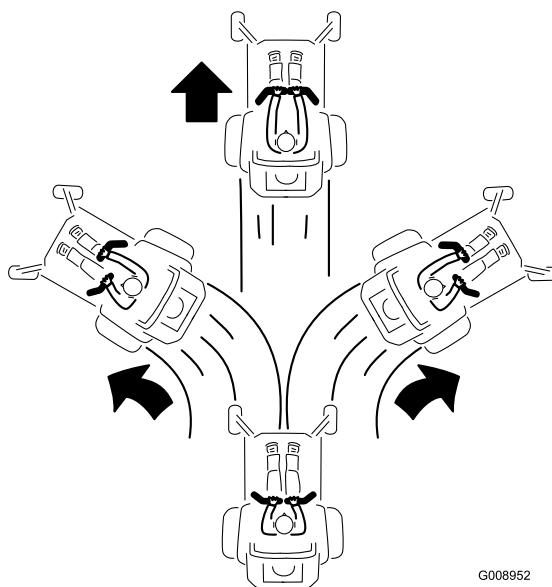

Рисунок 24
2. Для перемещения вперед нажмите на рычаги управления движением вперед (Рисунок 24).